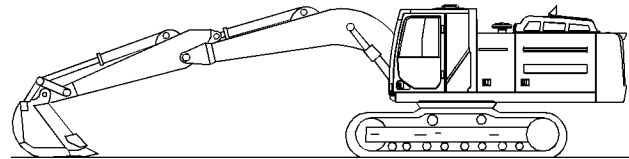

Fig. 314
2. Træk stickcylinderen helt ind. Sæt skovlbunden parallelt med jorden. Sænk bommen, så skovlen hviler på jorden. Se fig. 314 .